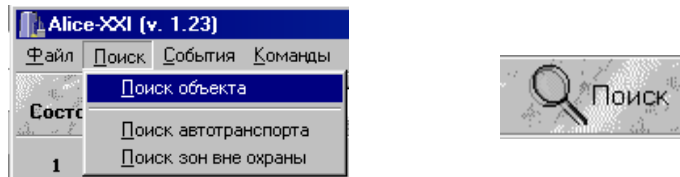
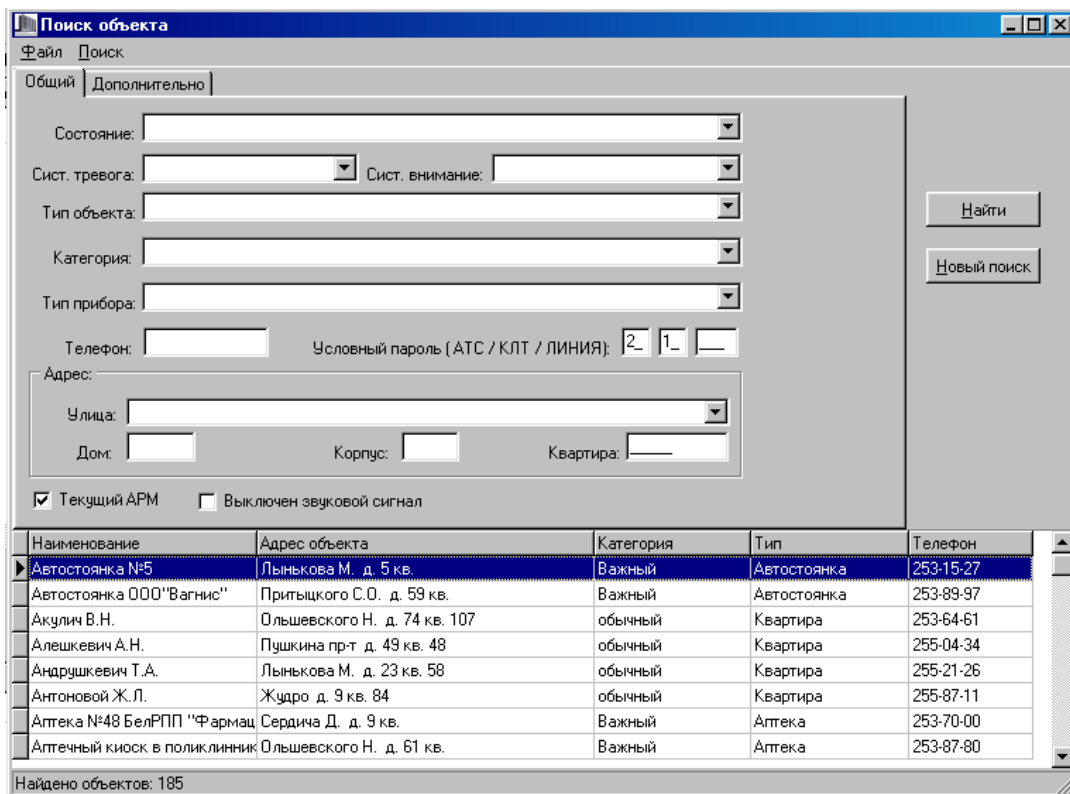

Рисунок 83
Рисунок 84
5.4.1 Кроме оперативного поиска, построенного на анализе текущего состояния охраняемых паролей, в ПО АРМ ДО реализован глобальный поиск, позволяющий найти любую карточку объекта по множеству комбинаций и признаков. Для использования данной функции необходимо войти в пункт основного меню «Поиск» (либо нажать кнопку «Лупа», рисунок 83) и выбрать подпункт «Поиск объекта» (рисунок 84):
5.4.2 В ПО АРМ ДО реализован еще ряд дополнительных поисковых функций: нахождение зон объектов, не поставленных в требуемое время на охрану, а также поиск автотранспортных средств (ГЗ, ППС, ГАИ, служебные и охраняемые, рисунок 83).